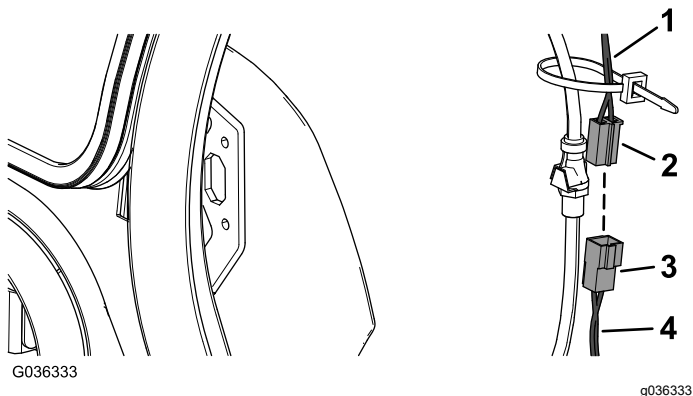

Figura 9
1. Conecte el conector macho en el arnés de cables del kit al conector hembra en el arnés de cables de la cabina (Figura 9).